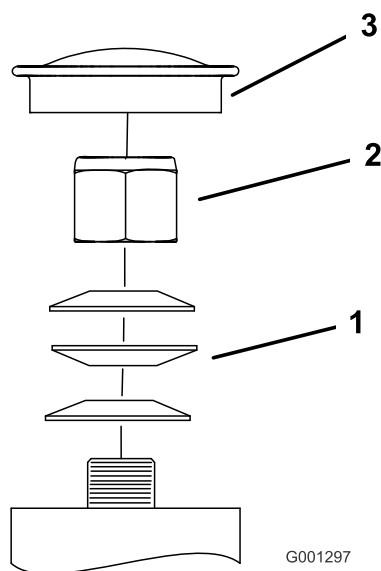

Figura 71
3. Retire el tapón guardapolvo de la rueda giratoria y apriete la contratuerca (Figura 71).
4. Apriete la contratuerca hasta que las arandelas de muelle estén planas, luego afloje la contratuerca $\frac{1}{4}$ de vuelta para establecer la pre-carga correcta de los cojinetes (Figura 71).
Importante: Asegúrese de que las arandelas de muelle están correctamente instaladas, según se muestra en la Figura 71.
5. Coloque el tapón guardapolvo (Figura 71).